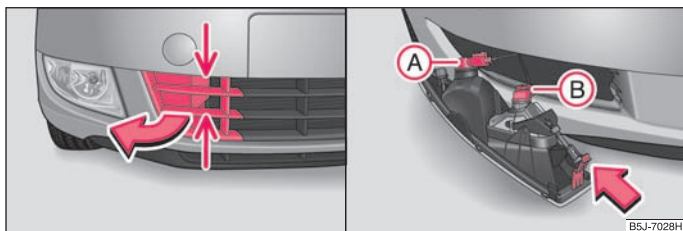

Fig. 171 Pare-chocs avant: Grille de protection / Dépose du phare antibrouillard
- Attrapez la grille au niveau de l'endroit marqué par des flèches ⇒ fig. 171 - à gauche et enlevez-la.
- Passez la main dans l'ouverture où se trouvait la grille et appuyez sur la trappe à ressort ⇒ fig. 171 - à droite.
- Faites tourner la fiche (A) avec l'ampoule pour l'éclairage diurne ou la fiche (B) avec l'ampoule du phare antibrouillard jusqu'à la butée vers la gauche et sortez-la.